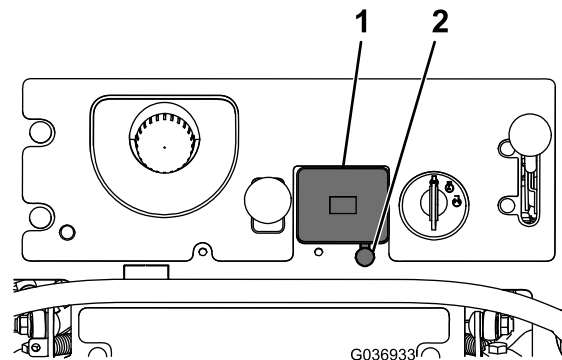

Figura 2
1. Retire el contador de horas de la máquina apretando las pestañas debajo del panel de control y empujando hacia arriba (**Figura 2**).
2. Retire el tapón del hueco redondo situado junto al contador de horas (**Figura 2**).